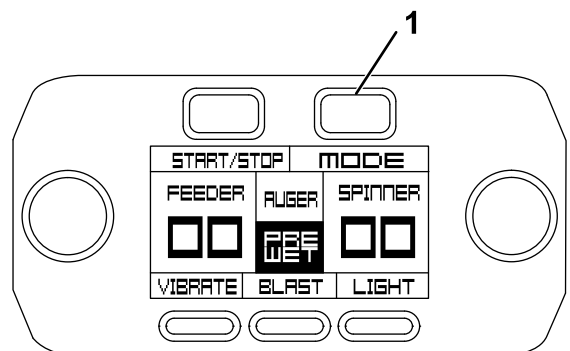

Figura 49
- Para configurar el interruptor de descarga, pulse el botón Mode (modo) del controlador (Figura 49).